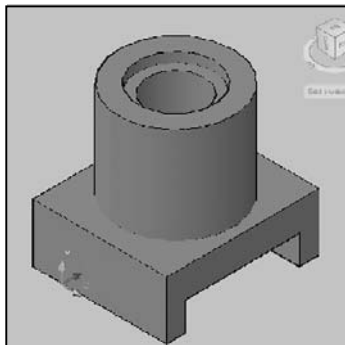

Рис. 7.15. Модель
За д а н и е. Твёрдотельное моделирование с помощью выдавливания и вращения (рис. 7.15).
2. Сформировать основание, используя команду «*Выдавить*» («*Рисование*» / «*Моделирование*»), на высоту — 140 и повернуть основание вокруг оси на угол 90° (рис. 7.15), используя команду «*3D-повернуть*» («*Редактировать*» / «*3D-операции*» / «*3D-поворот*»). Результат поворота представлен на рисунке 7.17.